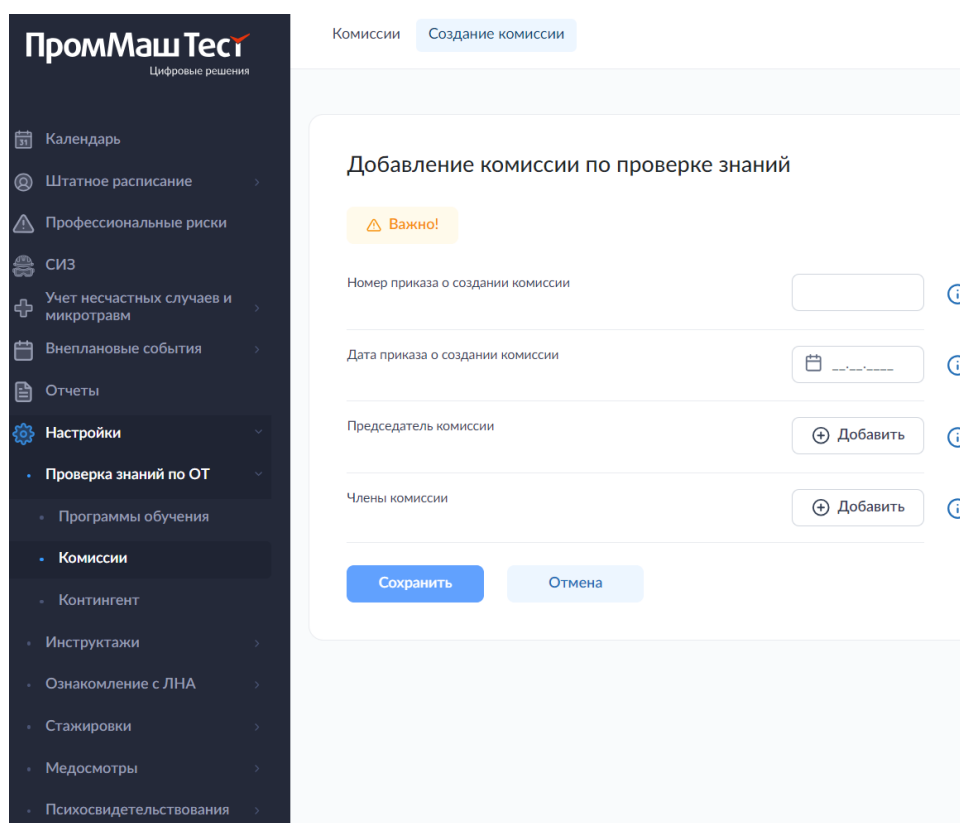

Рисунок 57. Раздел «Настройки». Подраздел «Проверка знаний по ОТ. Комиссии». Окно добавления комиссии по проверке знаний.
Чтобы внести в систему информацию о комиссии необходимо нажать на кнопку «Добавить комиссию» (3), заполнить все поля в открывшемся окне и нажать на кнопку «Сохранить» (рис. 57), после чего комиссия отобразится в таблице (4). Внести изменения в комиссию или завершить ее действие можно по кнопке 5.